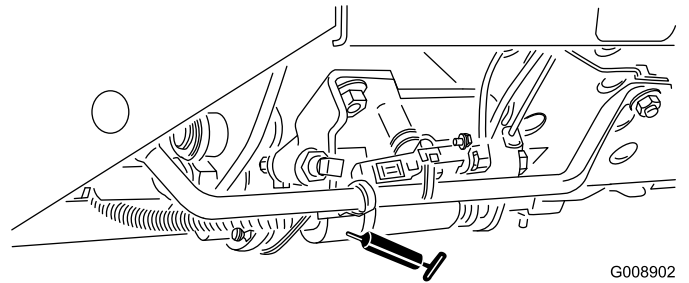

Figure 68
- Sélecteur de tonte/transport (Figure 68)